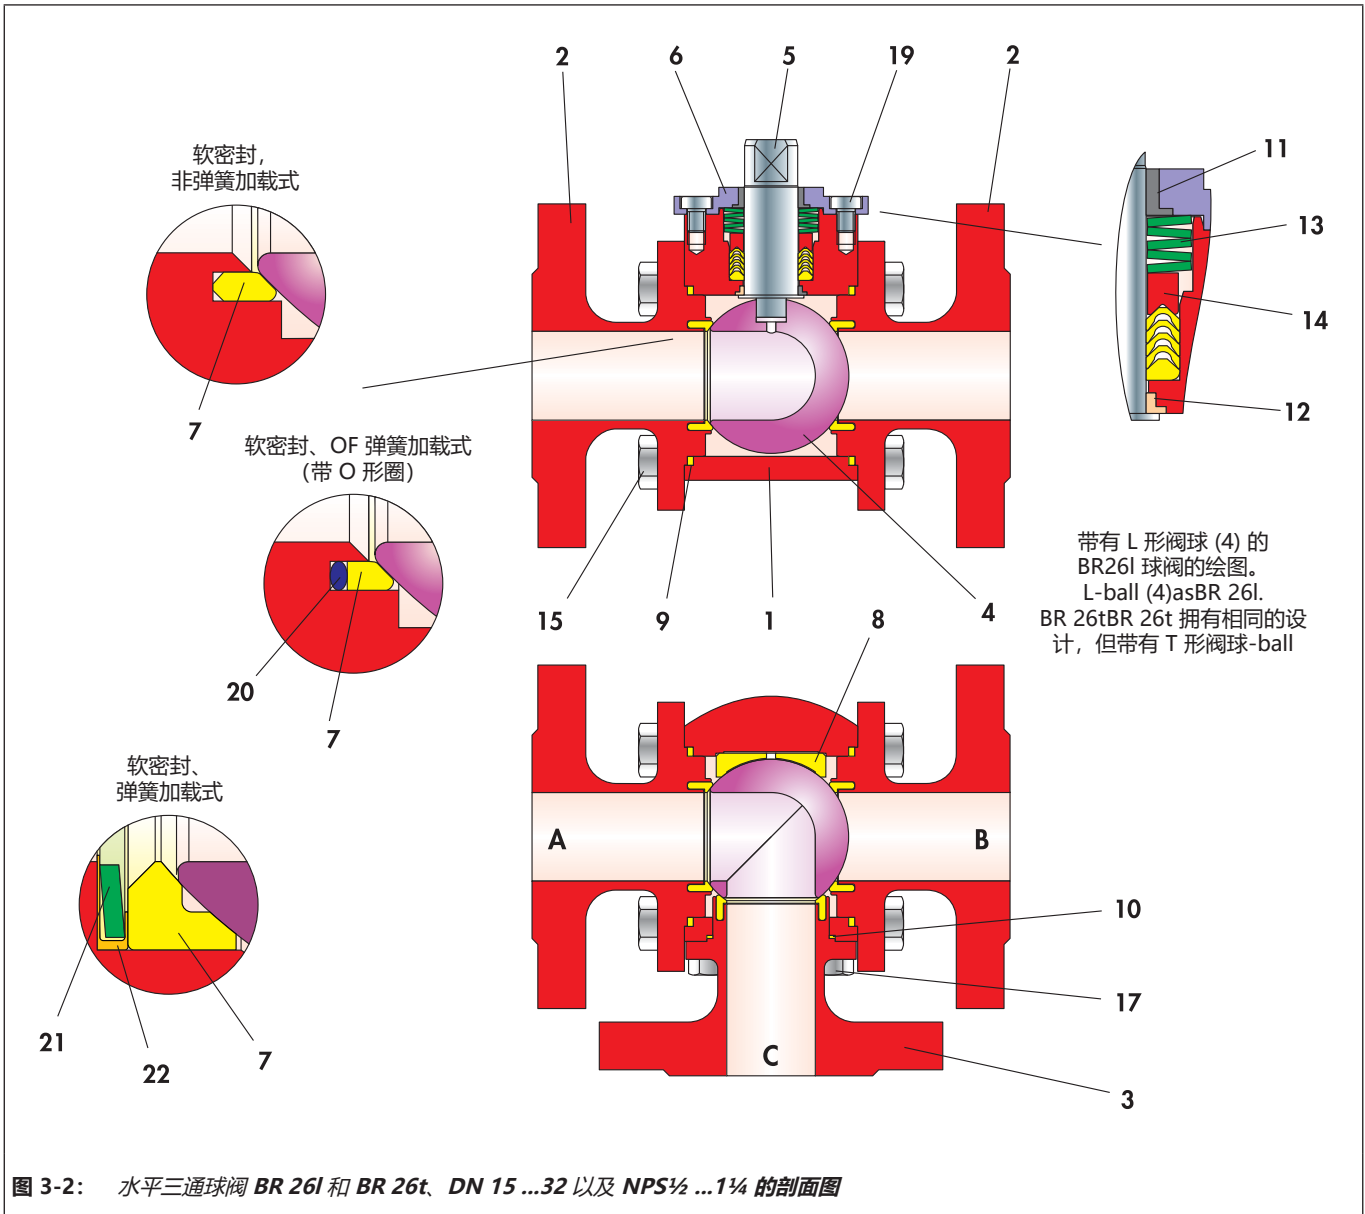

图 3-2: 水平三通球阀 BR 26l 和 BR 26t, DN 15 ...32 以及 NPS½ ...1¼ 的剖面图
- 根据具体型号，可使用带有螺母 (16) 或螺钉 (15) 的双头螺栓 (15)。
- ⇒ 将轴承套 (12) 按入主阀体 (1) 中的合适位置。
- ⇒ 推动控制轴 (5) 经过已安装的轴承套 (12) 进入主阀体。确保控制轴可移动。
- ⇒ 轻微旋转 V 形环填料 (14)，以便更轻松地将其推过所安装的控制轴 (5)，并将其插入主阀体 (1) 中的合适填料位置。有关 V 形环的排布，请参见图 3-2。
- ⇒ 将盘簧 (13) 放在填料上。有关盘簧排布，请参见图 3-2。
- ⇒ 将轴承套 (11) 压入填料箱法兰 (6)。
- ⇒ 将填料箱法兰 (6) 穿过控制轴 (5) 放到主阀体 (1) 上。
- ⇒ 轻轻润滑螺钉 (19)。
- ⇒ 用螺钉 (19) 调整填料箱法兰。